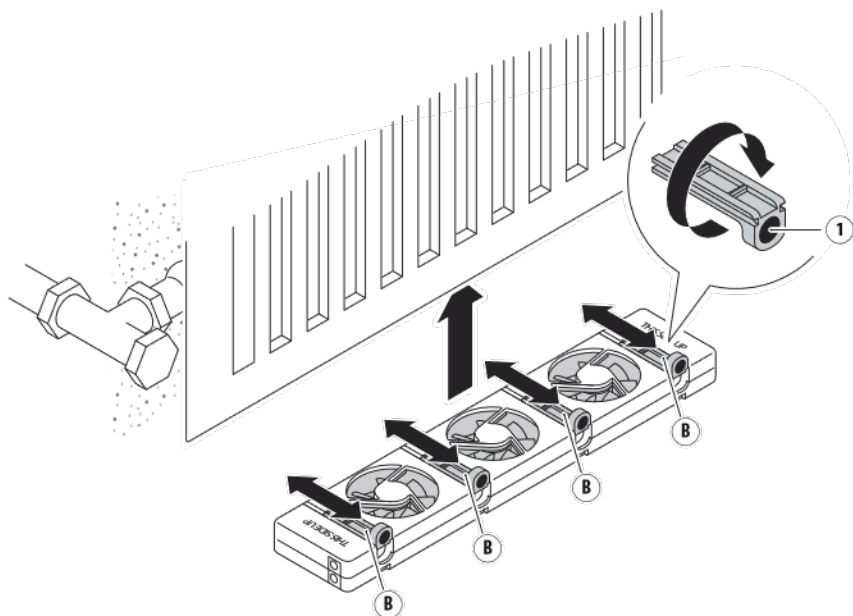

Fig. 7: Sujetar el SpeedComfort (A) a un radiador de placa única.
1. Coloque los **imanes ajustables (B)** de modo que los **imanes (1)** estén en el mismo lado y los cuatro **imanes (1)** apunten hacia arriba. Retire el bloque que está enfrente de los imanes ajustables en la carcasa. Desechar el bloque como residuo plástico.
3. Utilice los **imanes ajustables (B)** para sujetar el SpeedComfort (A) al radiador de placa única (véase fig. 7).